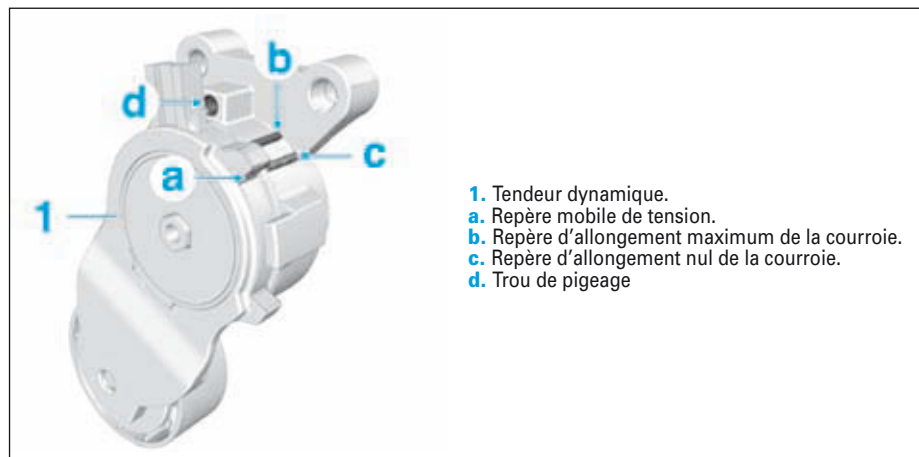

FIG.1
- Remplacer la courroie d'accessoires lorsque le repère mobile (a) est aligné avec le repère mobile (b) (Fig.1).